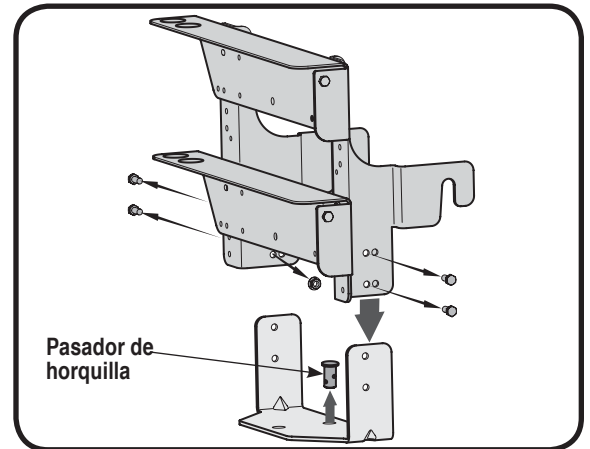

Figura 14
3. Retire el broche de horquilla y el pasador de horquilla de la placa de enganche según se muestra en la Figura 14. Guarde los elementos de ferretería.